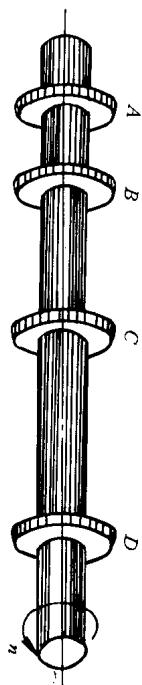

图 1-3
8. 图 1-3 所示带轮轴的转速 $n=150\text{r}/\text{min}$ ，主动轮 B 的输入功率 $P_B=12\text{kW}$ ，从动轮 A、C、D 的输出功率 $P_A=4\text{kW}$ ， $P_C=2\text{kW}$ ， $P_D=6\text{kW}$ 。试求轮 A、B、C 和 D 的转矩。